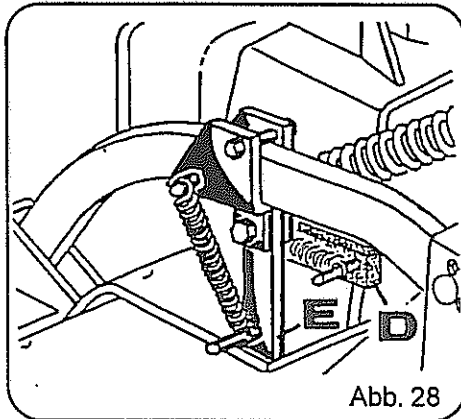

Abb. 28
- Stützfüße unbedingt herunterklappen (Abb. 28, Pos. E), da sonst der Mäher nur unter schwierigen Umständen wieder angekuppelt werden kann.